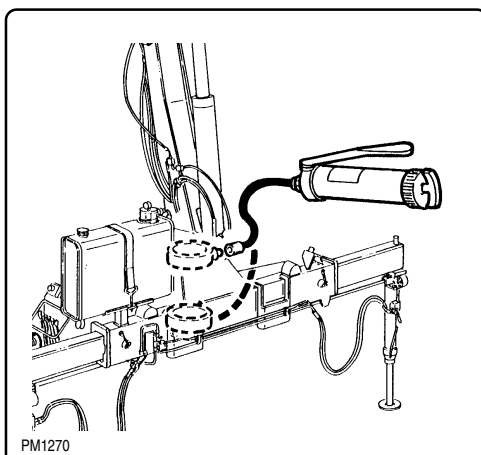

fig. 8.5.4
8.5.4 - Ingrassaggio boccole rotazione (fig. 8.5.4)
8.5.4 - Greasing the slewing system bushing (fig. 8.5.4)